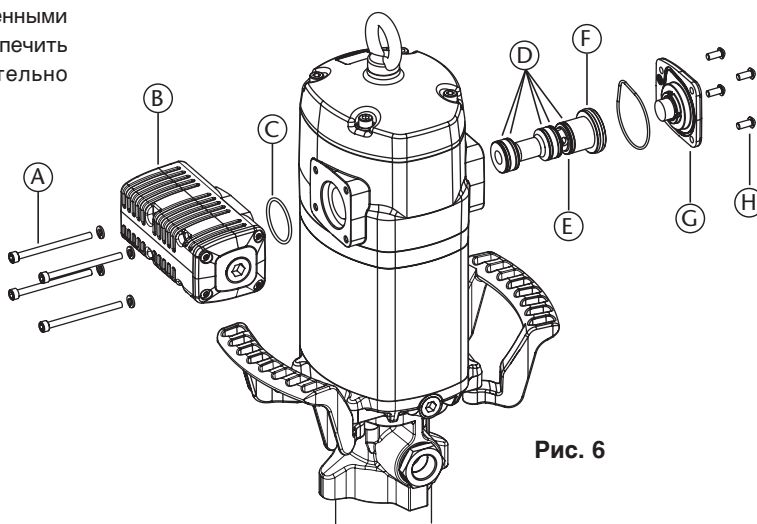

Рис. 6
ПНЕВМОРАСПРЕДЕЛИТЕЛЬ (РИС. 6)
3. Зажав щипцами гайку (D), вытянуть шток (O) так, чтобы вышла наружу его центральная расточенная часть (рис. 6а). Затем, другими щипцами зажать шток (O) в области расточки для предотвращения повреждения поверхности уплотнения и отвинтить гайку (D) (рис. 6b).
4. Снять уплотнительное кольцо (E) и кольцо (F). При сборке заменить их на новые.
5. Отвинтить винты (R). Снять корпус двигателя (J) с фланцем (L).
6. Снять кольцо (G) и заменить на нем уплотнения (H) и (I).
7. Отвинтить винты (M) и отсоединить мотор (J) от фланца (L). Снять шайбу (K) и заменить уплотнение (H).
8. Аккуратно удерживая пневматический поршень (Q), снять цилиндр (N). Заменить уплотнение поршня (P).
9. Выполнить сборку деталей в обратном порядке. При сборке нанести на винты (M), гайку (D) и гильзу датчика (C) закрепитель резьбы.